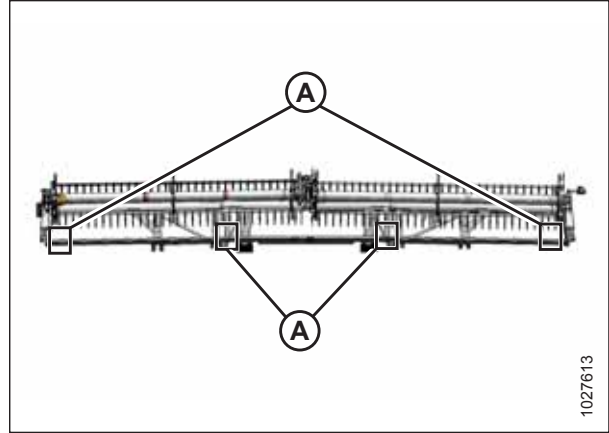

Figura 5.302: Ubicaciones de medición FlexDraper®: molinete doble
- Figura 5.302, página 584: molinete doble